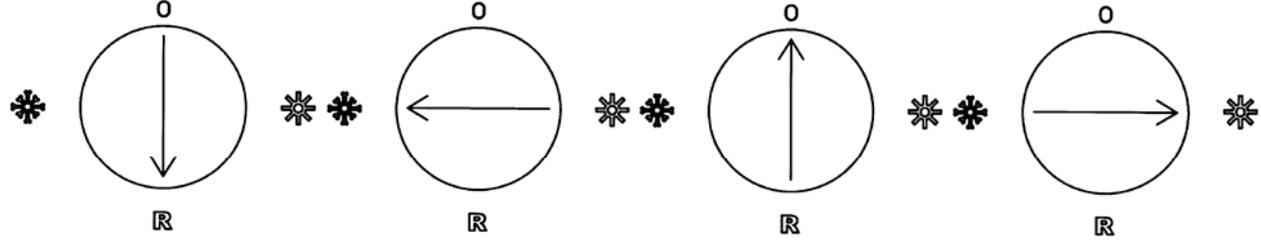

Рис.2
- 4) поставить переключатель режимов соответственно на летний (☀) или зимний (❄) режим (Рис.2);
- 5) для включения горелки установите необходимые значения температуры с помощью регуляторов температуры системы отопления (2) и горячей санитарной воды (1).
Работа в контуре отопления  Наличие пламени (горелка работает)  Отсутствие пламени (нет зажигания)  Работа в контуре ГВС  Общая неисправность  Сброс  Низкое давление в системе (нехватка воды)  Цифровая сигнализация (Температура, код неисправности и т.п.)	<p>① Регулятор температуры горячей санитарной воды</p> <p>② Регулятор температуры системы отопления</p> <p>③ Переключатель режимов (Рис.2)</p> <p>④ Дисплей</p>
Необходимо, чтобы во время этой операции переключатель режимов (Рис.2) находился в положении OFF (0).
Для выключения котла необходимо отключить электропитание прибора. Когда переключатель режимов (Рис.2) находится в положении «0» котел выключается (на дисплее высвечивается надпись OFF), но электрический контур котла остается под напряжением и активизируется функция «защита от замерзания» (глава 9).
Для ПЕРЕЗАПУСКА котла установите переключатель режимов (Рис.2) на 2 сек в положение «R». При повторных срабатываниях данного устройства обратитесь в обслуживающую организацию.
ВНИМАНИЕ: Можно осуществить только 5 попыток перезапуска котла, затем котел блокируется. Для осуществления новой попытки перезапуска котла необходимо установить переключатель режимов (Рис.2) на несколько секунд в положение OFF
Внимание! Если переключатель режимов (Рис. 2) находится в положении "зима" (❄️), возможно, придется подождать несколько минут при каждом срабатывании регулятора температуры системы отопления (позиция 2 Рис.1). Для того, чтобы горелка повторно загорелась без задержки, переведите переключатель режимов в положение "0" и затем снова в положение "зима" (❄️).